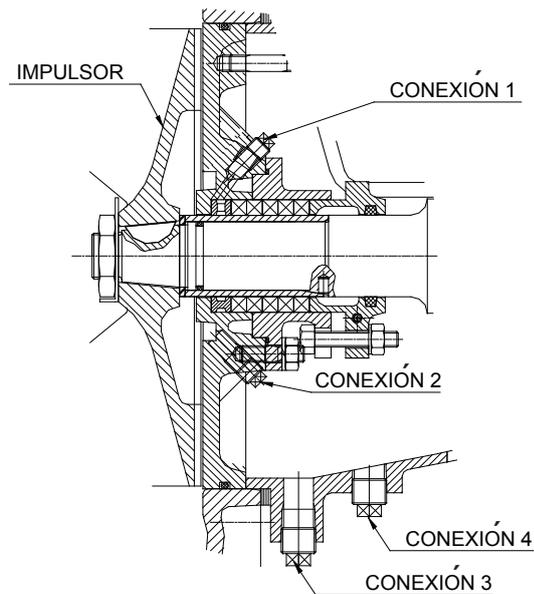

Fig. 3
9.3 Conexiones de Servicio para Lavado o “FLUSH” (Ver Fig. 3).